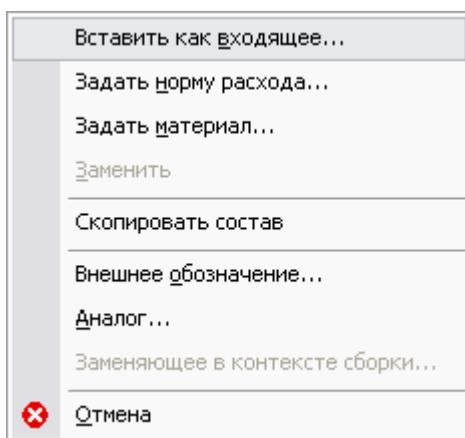

Рис. 43
2. В появившемся меню выберите пункт **Вставить как входящее...**(Рис. 43).